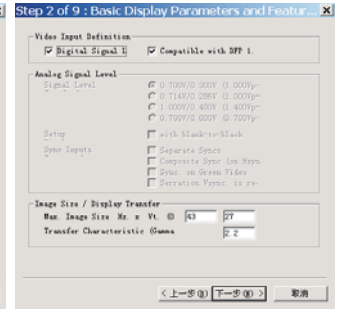

Fig. 36
1. Click Next, bring up Fig. 36.